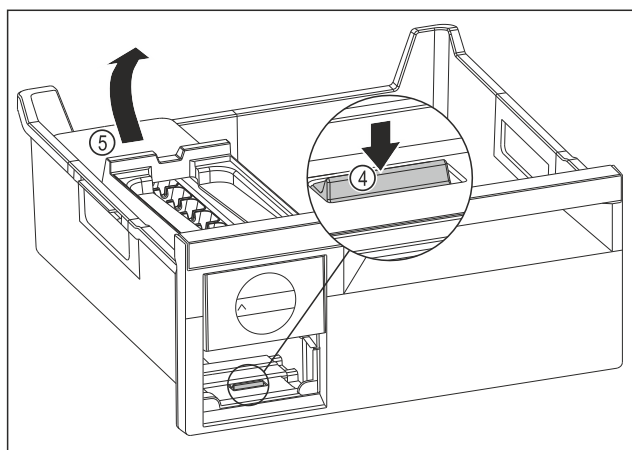

Fig. 188
- EasyTwist-Ice-corpus wegnemen: Strip Fig. 188 (4) met uw vinger omlaag drukken en gelijktijdig met de andere hand de EasyTwist-Ice-corpus Fig. 188 (5) van achteren optillen.